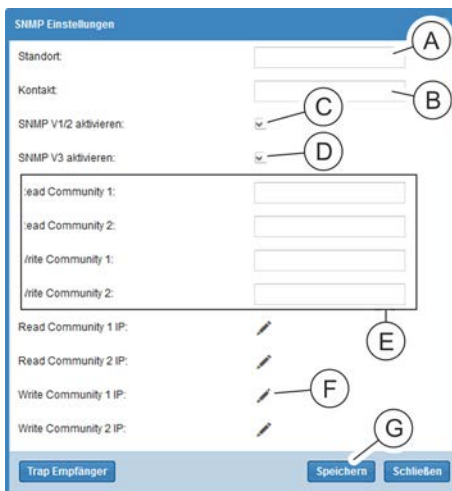

Abb. 230: Fenster "SNMP Einstellungen"
2. Im Fenster "SNMP Einstellungen" den Standort (Abb. 230/A) und Kontakt (Abb. 230/B) eingeben.
3. Bei Bedarf die Checkbox „SNMP V1/2 aktivieren“ anklicken (Abb. 230/C).
4. Bei Bedarf die Checkbox „SNMP V3 aktivieren“ (Abb. 230/D) anklicken.
5. Bei Bedarf eine SNMP-Read- oder SNMP-Write-Community eingeben (Abb. 230/E).
6. Bei Bedarf ein Bleistift-Symbol (Abb. 230/F) anklicken, um die SNMP-Access-Control zu konfigurieren.
10. Eingabe über die Schaltfläche „Speichern“ (Abb. 230/ⓔ) bestätigen.